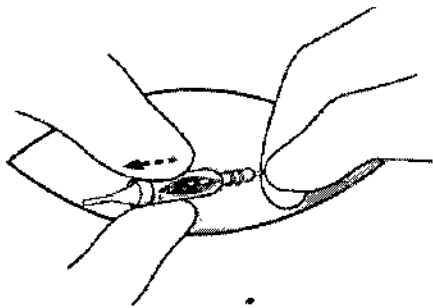

Figura 7. Retire el electrodo del extremo con tornillos de la extensión.
7. Establezca el electrodo y retírelo con cuidado del extremo con tornillos de la extensión (Figura 7).